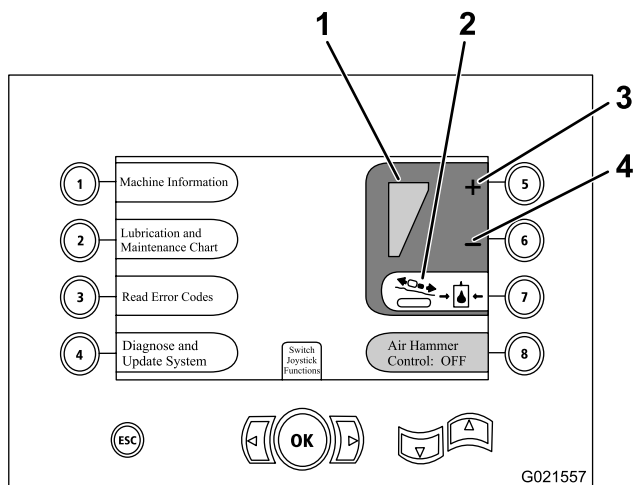

Figure 70
1. Appuyez sur le bouton 7 sur l'écran pour placer la pression du chariot en position activée (vert), comme montré à la Figure 70.